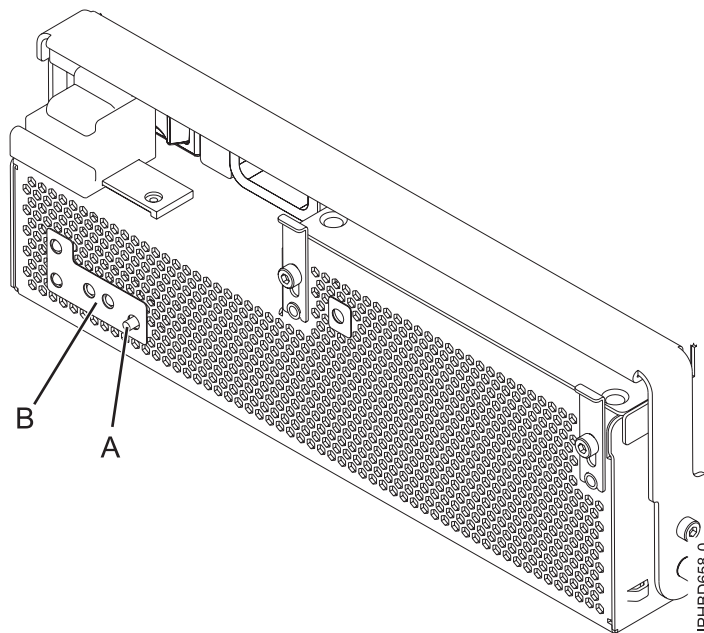

Figure 26. Voyant d'incident du ventilateur
**Remarque :** Si vous avez remplacé un ventilateur de bloc d'alimentation dans le cadre de cette procédure, examinez le voyant d'incident ventilateur (**B**) illustré à la figure 26. Si le voyant est éteint, ce qui indique que les deux ventilateurs fonctionnent correctement, passez à l'étape suivante. Dans le cas contraire, retirez le bloc d'alimentation électrique de l'unité d'extension et répétez la procédure en commençant par l'étape 5, à la page 23. Si, après avoir renouvelé la procédure, le ventilateur de bloc d'alimentation ne fonctionne pas correctement, contactez votre fournisseur de services.